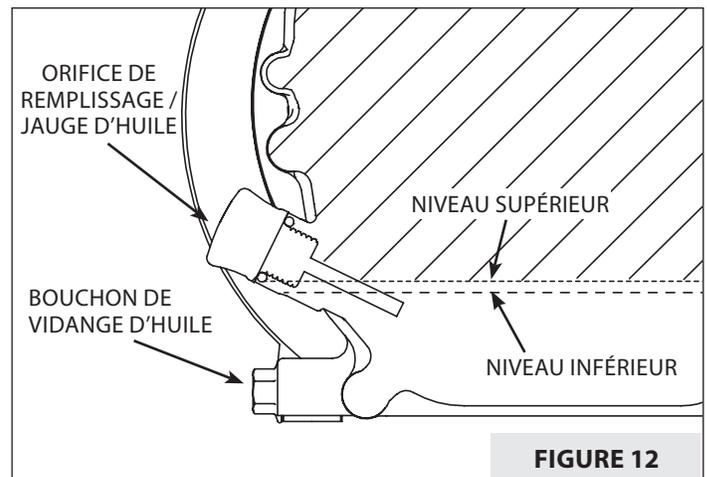

FIGURE 12
un récipient approprié. Éliminer l'huile comme il se doit. **VOIR FIGURE 12.**
3. Remonter le bouchon de vidange. Retirer la jauge d'huile (le cas échéant) ou le bouchon de remplissage d'huile. **VOIR FIGURE 12.**
4. Remplir avec une huile qui convient jusqu'au repère supérieur ou **FULL** (plein) de la jauge d'huile, sinon jusqu'en haut du filetage de l'orifice de remplissage d'huile. **VOIR FIGURE 12.** **REMARQUE : La capacité d'huile est de 0,6 litre (0,63 pte / 20,2 oz). Voir le type d'huile moteur correct ci-dessus, sous Lubrification.**